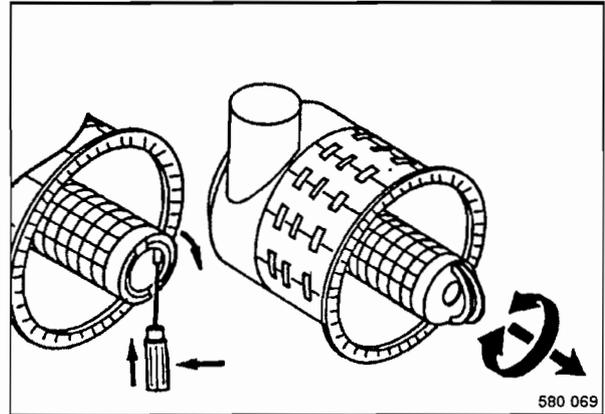

Fig. 110
- Perforar el sello del elemento filtrante de seguridad con una adecuada herramienta (Fig. 110) desde el interior hacia el exterior y alzar las dos lengüetas.